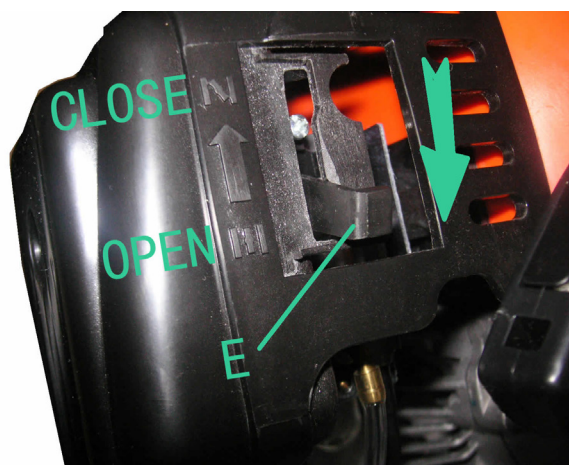

Рис. 8
7. Установите рычаг воздушной заслонки (E, Рис.8) обратно в положение «Открыто».
Не используйте воздушную заслонку (E, Рис.8), при запуске горячего двигателя. Когда двигатель работает на холостом ходу, бур не должен вращаться.